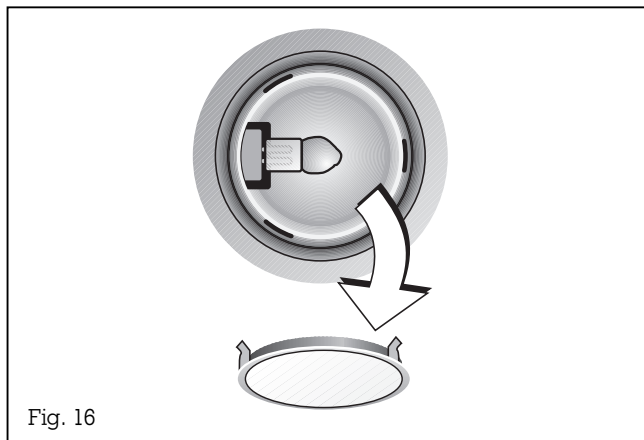

Fig. 16
**Remarque :** faites attention à ne pas laisser tomber le verre (fig. 16).